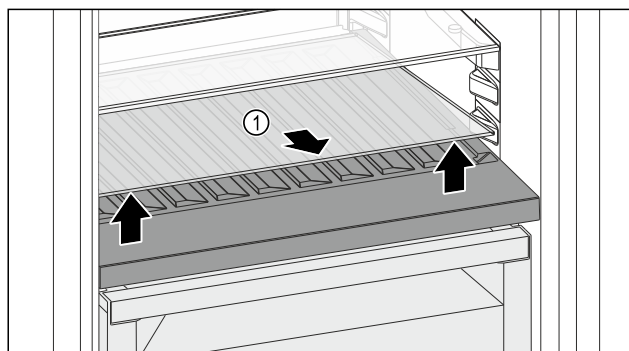

Fig. 96
- ▶ Повдигнете стъклената плоча Fig. 96 (1) при прореза отпред и извадете.
- ▶ Съхранявайте стъклената плоча Fig. 96 (1) на сигурно място извън уреда.